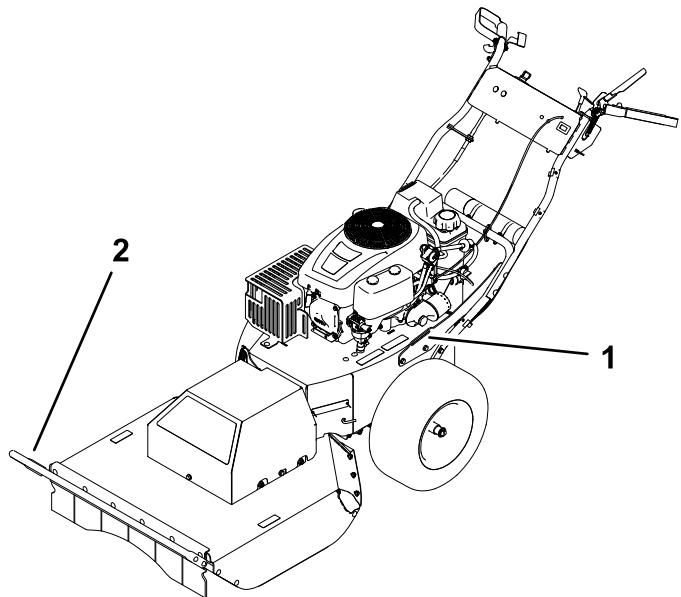

Figure 17
- Utilisez la barre de débroussaillage et les 2 points d'attache sur la machine pour arrimer solidement cette dernière sur la remorque ou le véhicule de transport au moyen de sangles, chaînes, câbles ou cordes (Figure 17).